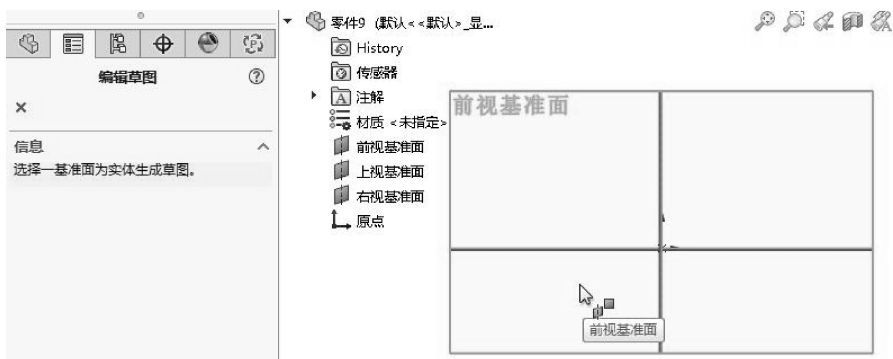

图 2-6 选择草图平面
- 02 在功能区【草图】命令选项卡中单击【草图绘制】按钮，选择前视基准平面作为草图平面，并自动进入草绘环境中，如图 2-6 所示。